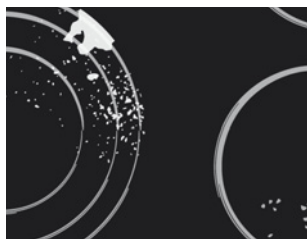

рис. 3
ПРОВЕРЬТЕ, ЧТОБЫ НА СТЕКЛОКЕРАМИЧЕСКОЙ ПОВЕРХНОСТИ НЕ ОСТАЛОСЬ СЛЕДОВ ЧИСТЯЩЕГО СРЕДСТВА, ТАК КАК ПРИ НАГРЕВЕ ОНО МОЖЕТ ПРИОБРЕСТИ АГРЕССИВНЫЕ СВОЙСТВА И ПРИВЕСТИ К ИЗМЕНЕНИЯМ СТРУКТУРЫ СТЕКЛОКЕРАМИЧЕСКОЙ ПОВЕРХНОСТИ (РИС. 3).
- **Пятна от воды** можно удалить с помощью слабого раствора уксуса. Этим раствором нельзя протирать рамку прибора (в некоторых моделях), так как она потеряет блеск. Для удаления известкового налета нельзя использовать агрессивные спреи и чистящие средства (рис. 3).